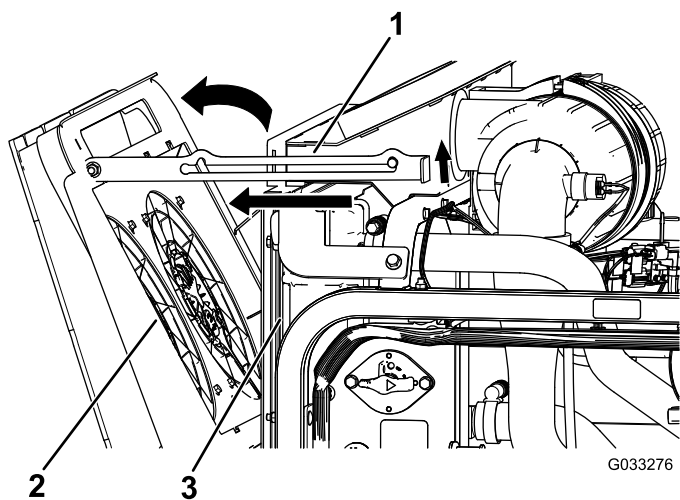

Figura 120
2. Rode as ventoinhas de refrigeração do motor para trás do radiador e fixe a barra de apoio no entalhe (Figura 120).